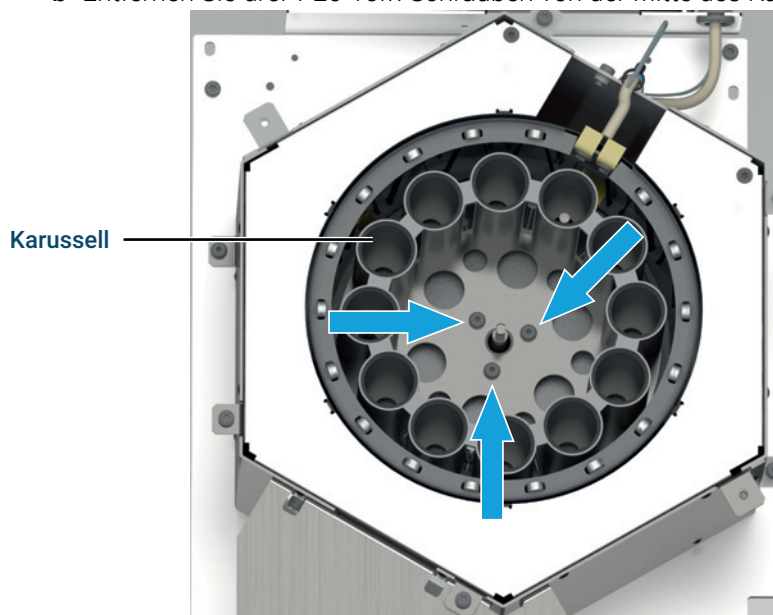

Abb.15. Entfernen des Karussells
- b Entfernen Sie drei T-20-Torx-Schrauben von der Mitte des Karussells (**Abbildung 15**).